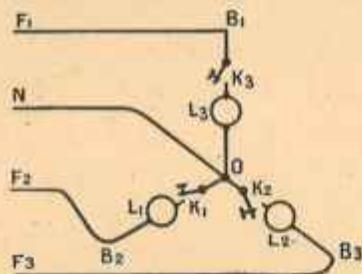

FIG. 24. — Montage en étoile.
Lorsque les trois lampes L_1 , L_2 , L_3 (supposées identiques) sont allumées, le courant qui passe dans le fil neutre est nul ; on pourrait supprimer ce fil N (2) et on amènerait ainsi *trois courants différents avec trois fils* (ce qui, à première vue, semble le comble du paradoxe). Le fil neutre N n'est là que pour parer au déséquilibre des phases (3), c'est-à-dire à la latitude qu'on laisse à l'abonné de n'allumer qu'une ou deux lampes à sa guise, en agissant sur les interrupteurs K_1 , K_2 , K_3 de la figure 24.
(1) C'est pour obtenir un *nombre rond* (200) pour la tension composée qu'il a été décidé de faire passer la « tension normale » (en continu et en alternatifs) de 110 à 115.
(2) Lorsqu'on supprime le fil neutre N , on réunit métalliquement le point O (centre de l'étoile) au sol, c'est-à-dire, par exemple, à la canalisation d'eau.
(3) Lorsque le fil neutre N est supprimé, c'est la canalisation d'eau qui remédie au déséquilibre des phases.
nerait ainsi *trois courants différents avec trois fils* (ce qui, à première vue, semble le comble du paradoxe). Le fil neutre N n'est là que pour parer au déséquilibre des phases (3), c'est-à-dire à la latitude qu'on laisse à l'abonné de n'allumer qu'une ou deux lampes à sa guise, en agissant sur les interrupteurs K_1 , K_2 , K_3 de la figure 24.